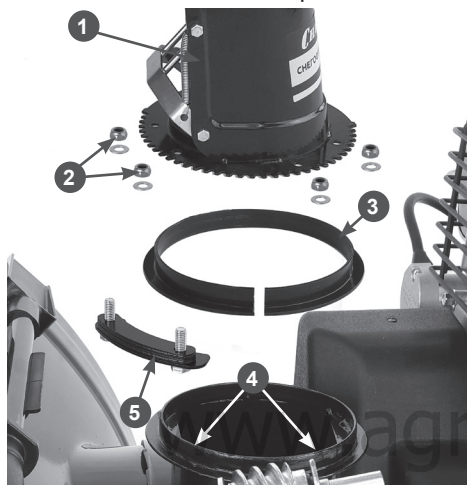

Рис. 18 Установка жёлоба выброса снега
- убедитесь, что пластиковое кольцо 3 установлено на фланце 4 отверстия выброса снега (Рис. 18);
- снимите пластиковое кольцо 3, смажьте его универсальной низкотемпературной смазкой CHAMPION EP-0, после чего установите кольцо 3 на место (Рис. 18).
- установите жёлоб 1 выброса снега, как показано на Рис. 18 и закрепите его с помощью пластин 5 с болтами и гаек 2 с шайбами (Рис. 18).